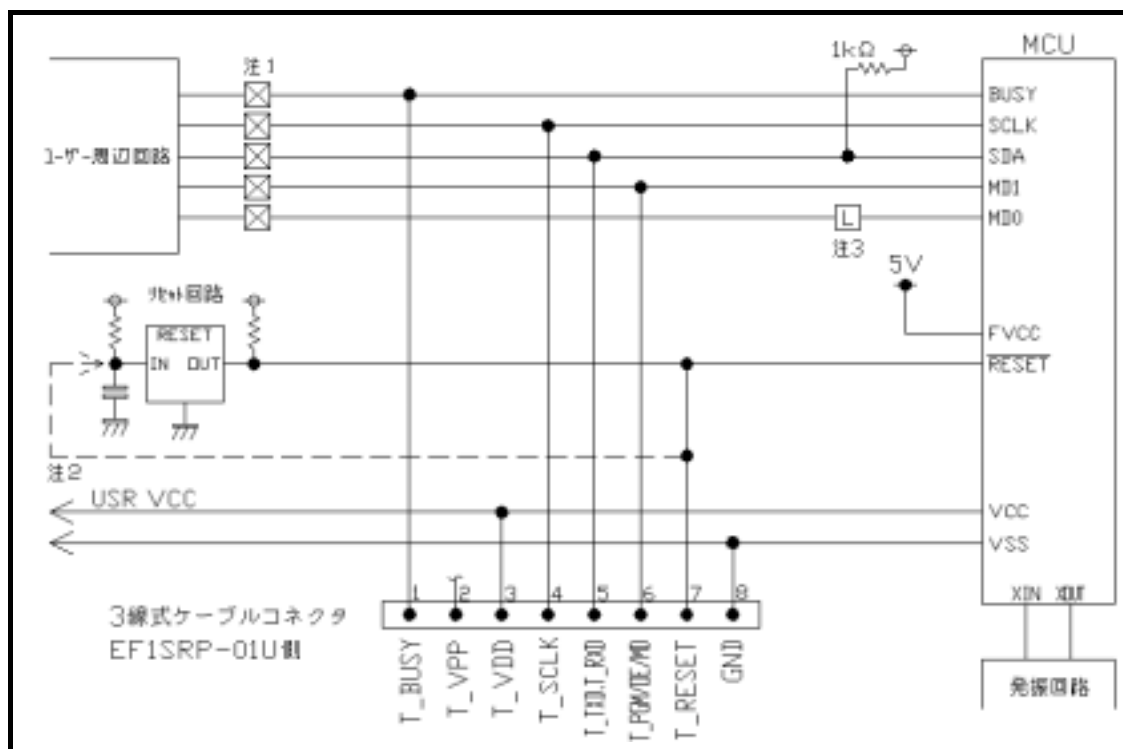

図3 . 1 ユーザーターゲット推奨回路図
(1) 7 9 1 0 グループのユーザーターゲットMCU推奨回路を図3 . 1 に示します。